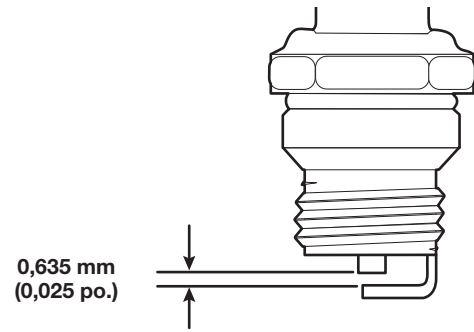

Fig. 25
4. Utilisez une jauge d'épaisseur pour régler l'écartement à **0,635 mm (0,025 po.)** (Fig. 25).